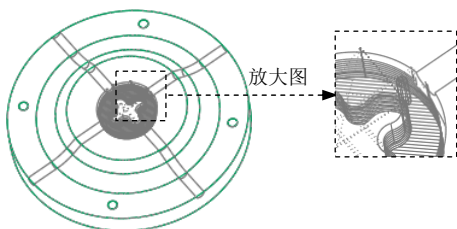

图 10.1.38 刀具路径
Step3. 单击“播放路径”对话框中的 **▶** 按钮, 观测刀具的路径, 其刀具路径如图 10.1.38 所示。单击 **▶ CL 数据** 栏可以查看生成的 CL 数据, 生成的 CL 数据如图 10.1.39 所示。